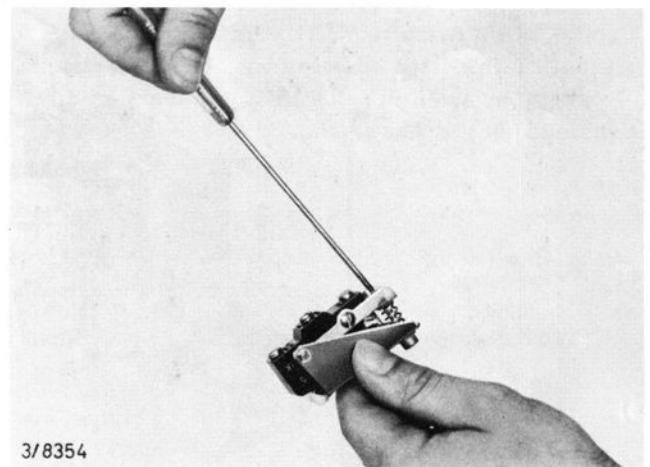

Bild 4
Einstellschraube (1) bis zum Schaltpunkt (hörbares Klicken) hineinschrauben, dann bis zum Schaltpunkt linksdrehend lösen und danach über den Schaltpunkt  $90^{\circ}$  ( $1/4$  Umdre-hung) rechtsdrehend anziehen (Bild 4).